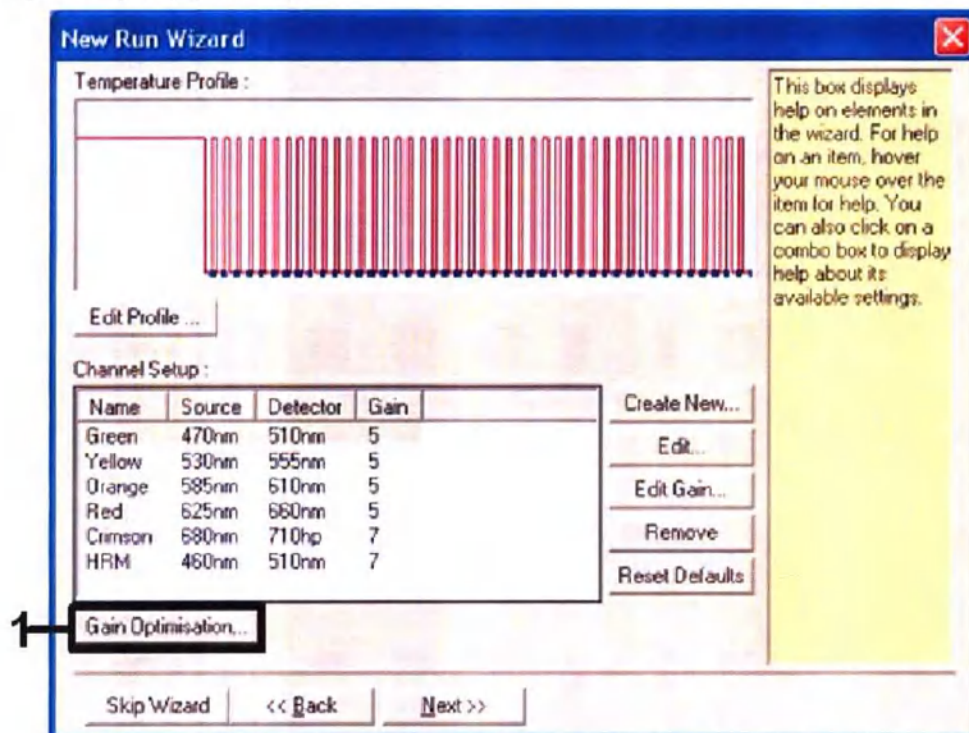

Рисунок 10. Оптимизация уровня сигнала.
12. В следующем диалоговом окне нажмите кнопку "оптимизация уровня сигнала" (Gain Optimisation) (Рис.10).